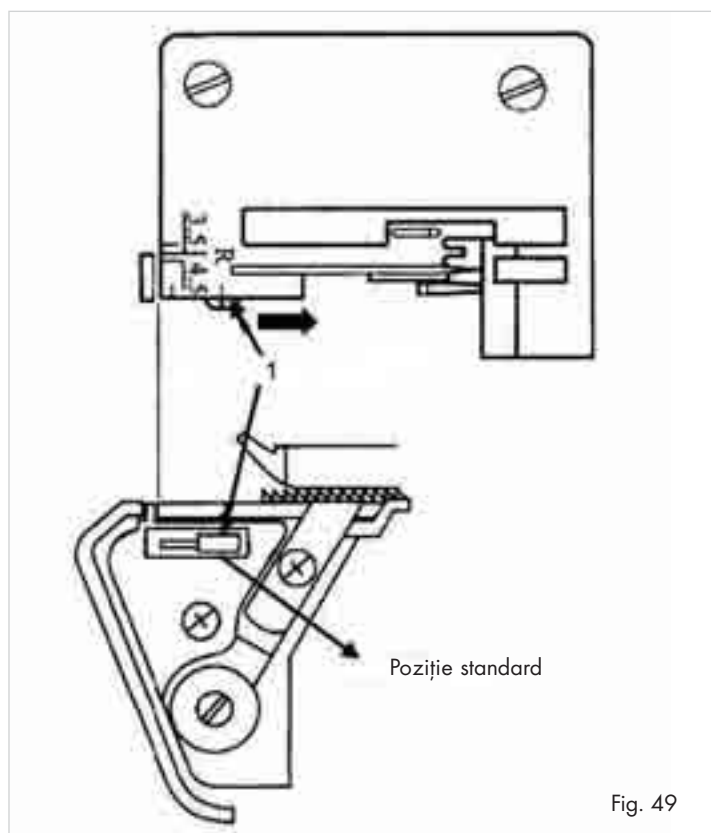

Fig. 49
- Deschideți capacul frontal ⑩.
- Poziționați comutatorul pentru lățimea cusăturii ②③ pe „S”, pentru a deplasa degetul pentru lățimea cusăturii (1)(fig. 49).
① **Indicație**